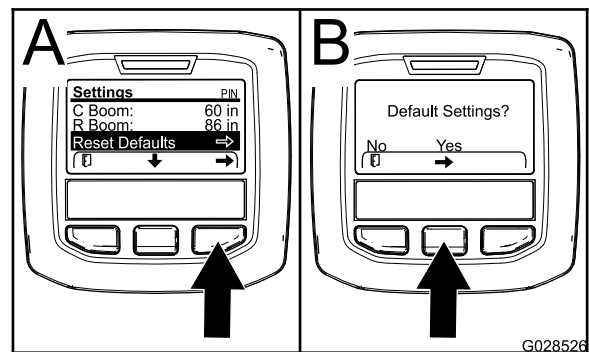

Figura 65
1. Carregue no botão de seleção central para navegar para a introdução da reposição da predefinição (Figura 65).
3. No ecrã de predefinições, pressione o botão de seleção esquerdo para Não e o botão de seleção direito para Sim (Figura 65).